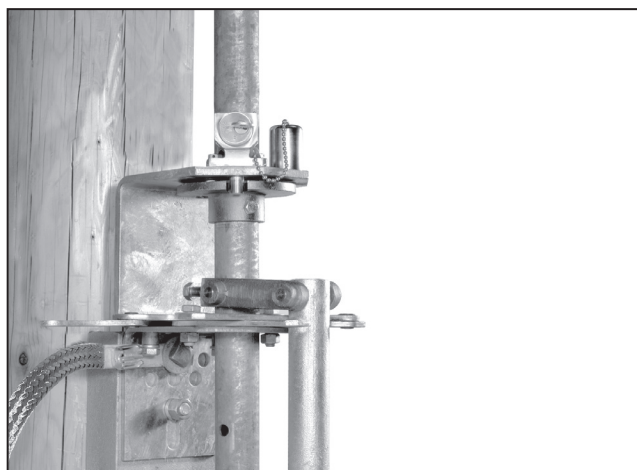

Figura 24. Fijación de la chumacera inferior.
**PASO 23.** Atornille el ensamble de la chumacera inferior al poste en la posición que se muestra en el plano de montaje. Utilice uno de los pernos de montaje para fijar un extremo de la tira de conexión a tierra (la tira con el conector para conexión a tierra) al ensamble de la chumacera inferior. Las recomendaciones de conexión a tierra pueden diferir de los procedimientos estándar de operación y seguridad de ciertas compañías eléctricas. Donde exista una discrepancia, se aplican los procedimientos de operación de la compañía eléctrica. Vea la Figura 24.